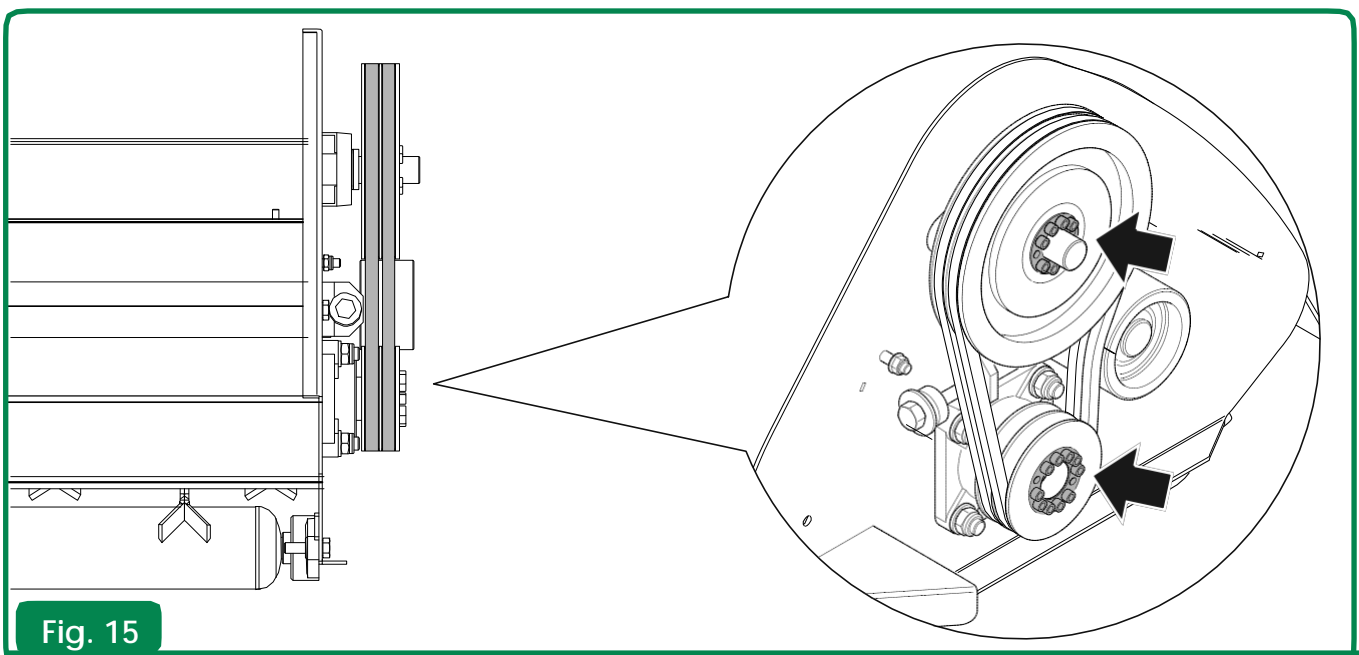

Fig. 15
- Bloquear los ajustadores apretando los tornillos con el par de **17 Nm para los tornillos M6** o de **41 Nm para los tornillos M8** (fig. 15).